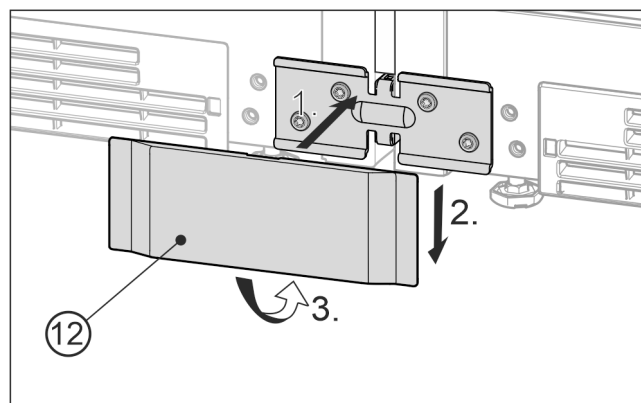

Fig. 24 例图
- 将下方的盖板 Fig. 24 (12) 从前面放置到角上 Fig. 24 (1)，向下推入 Fig. 24 (2) 并向下卡紧 Fig. 24 (3)。